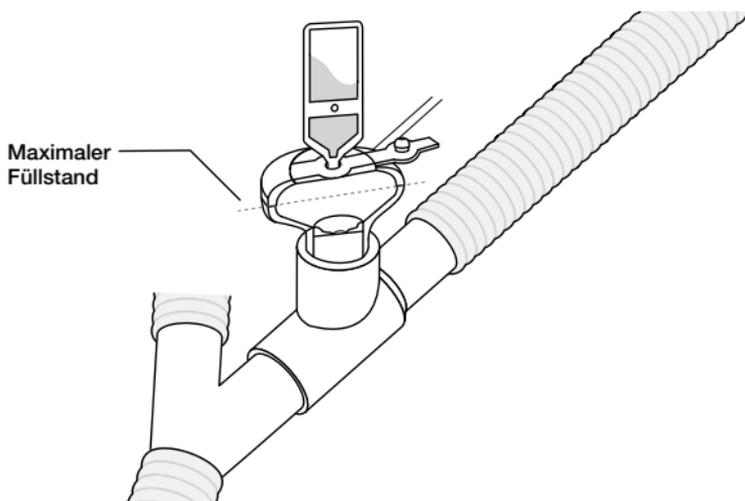

Abbildung 10. Füllen des Verneblers mit einer vorgefüllten Ampulle
- Eine vorgefüllte Ampulle oder Spritze verwenden, um das Medikament in den Einfüllanschluss des Verneblers einzufüllen (Abbildung 10).
Die maximale Füllmenge des Verneblers beträgt 10 ml. Den Vernebler nicht über den maximalen Füllstand hinaus füllen (Abbildung 10). Die Unterseite des Einfülldeckels kennzeichnet den maximalen Füllstand.